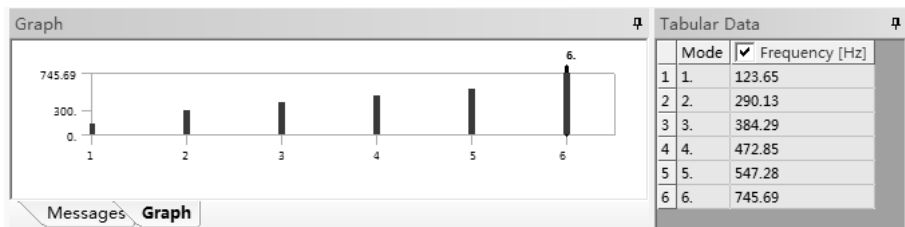

图 6-56 模型的固有频率
3) 在【Outline (分析树)】中选择【Solution (B6)】节点，单击其下的【Total Deformation】项，在 Mechanical 界面的右下方可以观察到模型的固有频率，如图 6-56 所示。